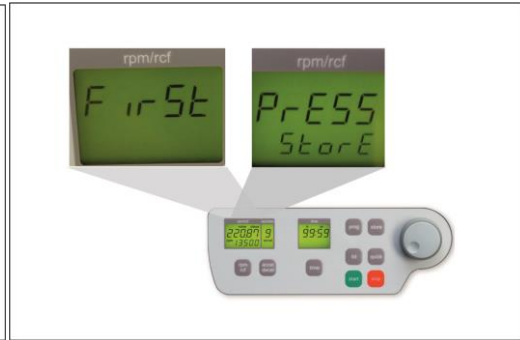

Abbildung 25
Zur Datenübernahme drücken Sie die Taste „store“ (12) für ca. 1 Sekunde. Ist das Programm korrekt abgespeichert, erscheint im Anzeigefeld "rpm/rcf" (A-1) der Schriftzug StorE. Dabei erlischt die Anzeige „programm“ (M10). Sobald die Taste „store“ (12) losgelassen wird, erscheint auch wieder die Anzeige „programm xx“ (M10), wobei „xx“ für Ihren gewählten Programmplatz steht. Wird versucht, ohne ein Programm abzuspeichern den Rotor zu starten, so erscheint im Anzeigefeld "rpm/rcf" (A-1) "FirSt" und "PrESS StorE" (siehe Abbildung 25)